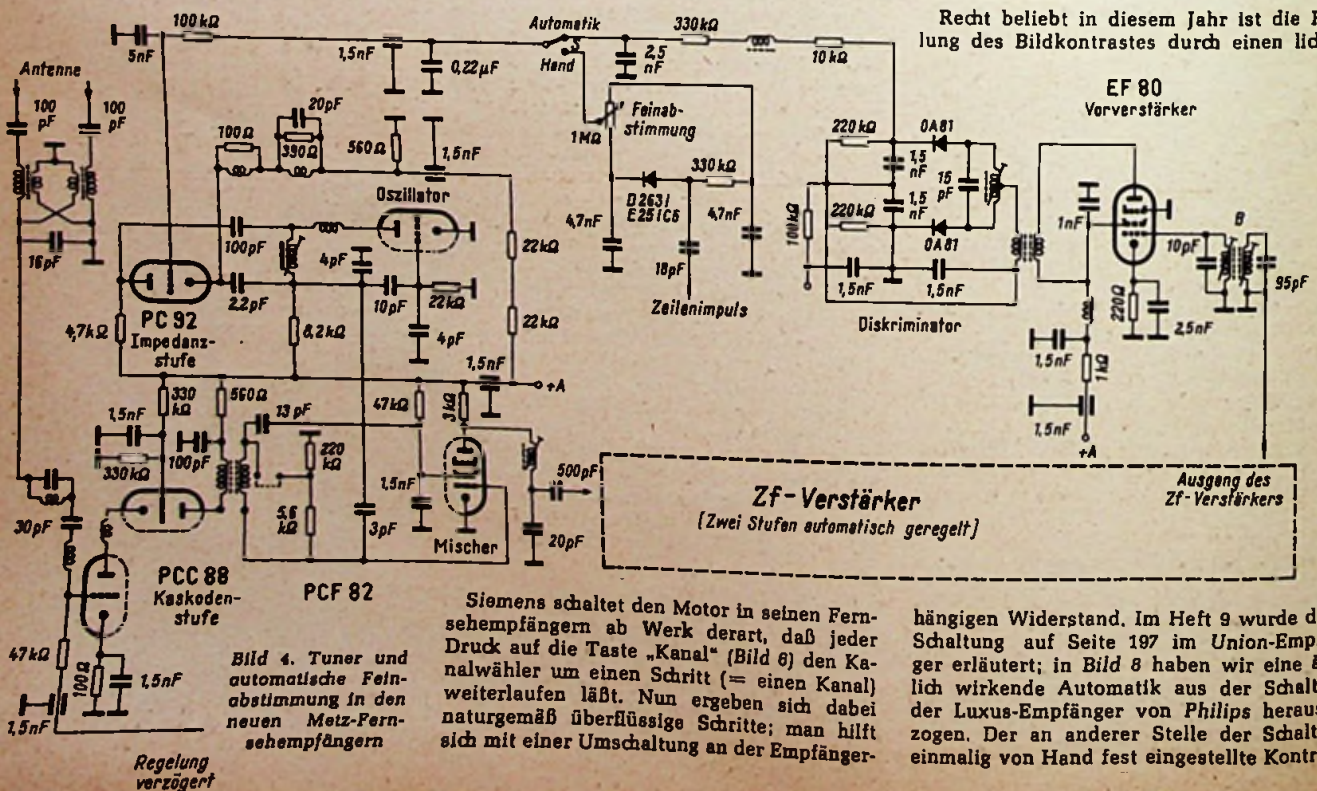

Bild 4. Tuner und automatische Feinabstimmung in den neuen Metz-Fernsehempfängern
Immer mehr Luxusgeräte werden mit automatischer Feinabstimmung ausgestattet. Zwei Schaltungen dieser Art, von Graetz und Loewe-Opta lassen wir von Laboringenieuren im Heft 9 der FUNKSCHAU auf den Seiten 194 und 196 beschreiben: in Bild 4 haben wir als weitere Variante die automatische Scharfabstimmung von Metz herausgezeichnet. Dem Diodenkreis im Ausgang des dreistufigen Zf-Verstärkers wird ein gewisser Betrag der Bild-Zwi-
schrenfrequenz von 38,9 MHz entnommen und über ein schmalbandiges Bandfilter B (in Bild 4 ganz rechts am Rand) der Vorverstärkeröhre EF 80 zugeführt. Der nachgeschaltete Diskriminator erzeugt eine Gleichspannung, deren Höhe von der Frequenzabweichung der Abstimmung abhängt. Bei richtiger Abstimmung (Bild-Zf = 38,9 MHz = Resonanzfrequenz des Filters B) ist die Gleichspannung hinter dem Diskriminator gleich Null. Die entstehende Gleichspannung wird der den Oszillatorkreis der PC(F) 82 im Tuner nachstimmenden Impedanzröhre PC 92 zugeleitet.